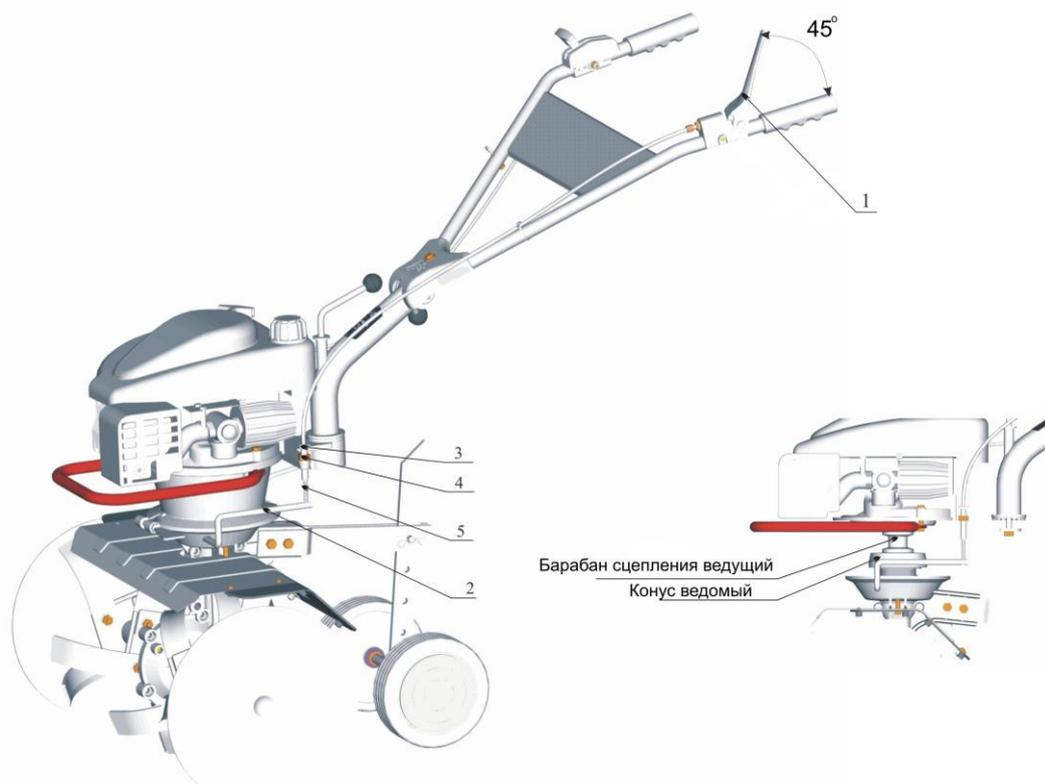

Рис. 13. Регулировка сцепления мотокультиватора
Рукой поверните рычаг 2 (рис. 13) в направлении троса до ощущения соприкосновения в картере конусных полумуфт сцепления между собой, при этом пружина 5 сожмется, а рычаг 1 займет положение, показанное на рисунке 13. Путем ввертывания или вывертывания регулировочного болта 3 добейтесь такого положения рычага сцепления 1, чтобы угол между ним и ручкой был примерно 45° . Положение регулировочного болта законтрить гайкой 4.
- рычаг управления конусной муфтой должен возвращаться в исходное положение (рис. 13; поз. 2).